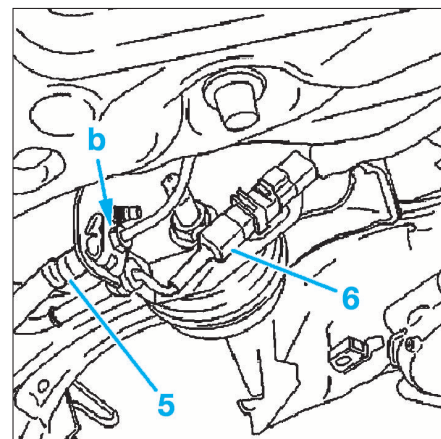

FIG. 56
- Dégager des guides les câbles de frein à main (4).
- Pour tous les véhicules, désaccoupler les flexibles de frein (5) des tuyaux en "b".
- Obtenir les orifices et déconnecter les connecteurs (6) (Fig.56).